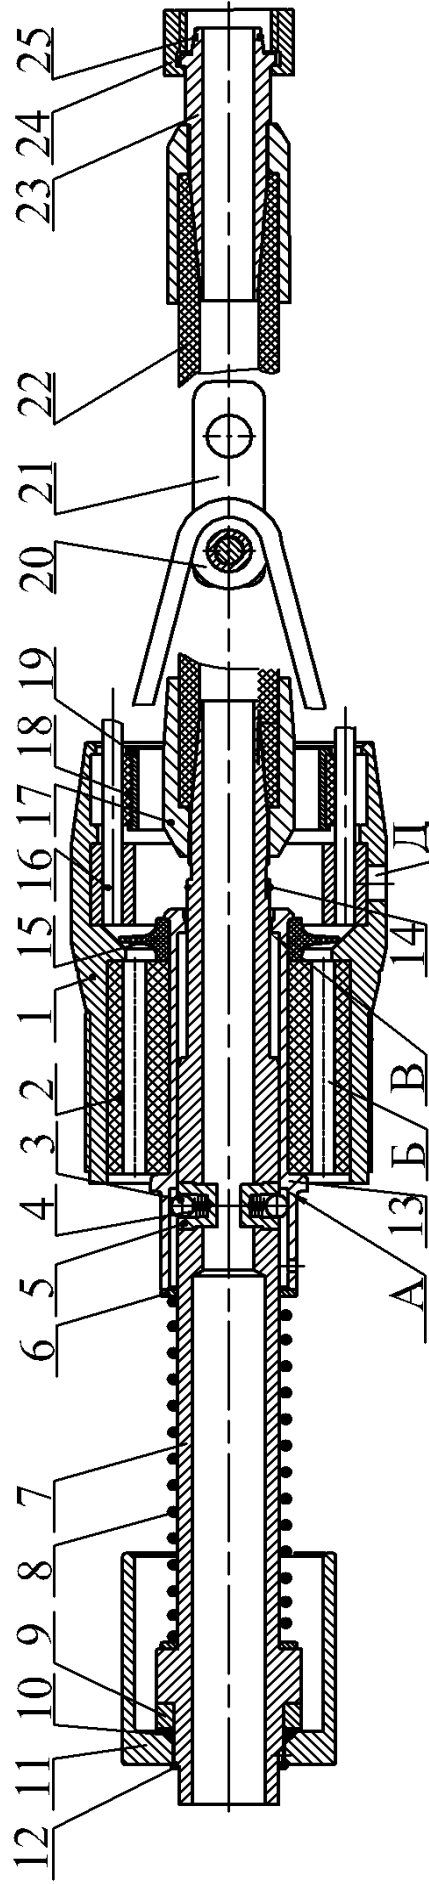
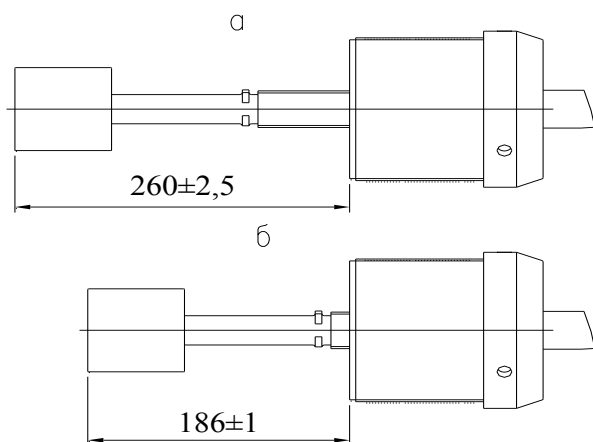

Рис.2. Золотник
Рис.10 Схема золотника
Золотник (рис.2) с помощью гайки 1 монтируется в корпусе. Гайка выполнена с отверстиями *Д* под ключ и с выточкой для установки амортизатора 2, который соединяя гайку со втулкой 13, обеспечивает снижение инерционных сил, возникающих в деталях золотника. Каналы *Б* в амортизаторе служат для выхлопа отработанного воздуха. Установленная в амортизаторе втулка выполнена с упорами *А* и *В*. Снаружи на втулку после амортизатора одевается клапан 15, который предохраняет внутренние полости пробойника от попадания грязи. Во втулке установлен воздухоподводящий стебель 7. Стебель выполнен с двумя окнами для установки двух пальцев 5, в которых имеются отверстия для установки пружины 4 и шарика 3. Между торцом втулки 13 и стеблем устанавливаются две шайбы 6 между которыми установлена (в распор) пружина сжатия 8. В передней части стебля устанавливается компенсатор 9, резиновое кольцо 10, гильза 11, фиксируемая запорным кольцом 12. Натяжение пружины и фиксация стебля во втулке осуществляется запорным кольцом 14.
- проверить целостность клапана 15 (рис.2), исправность шланга и его разъемов, убедиться в наличии в разъемах уплотнительных колец и в их целостности.
- проверить целостность амортизатора 2 (рис.2), клапана 15, резиновых колец 10 и 18;
- проверить величину вылетов гильзы 11 (рис.2) золотника в крайних переднем и заднем положениях – размеры 260 и 186 мм (рис.10). При отклонении размеров указанных на рисунке или разрушении амортизатора или клапана произвести их замену. После замены амортизатора обязательно проверить размеры, указанные на рис.10;
- проверить легкость перемещения стебля во втулке золотника и вылет гильзы согласно рис.10;